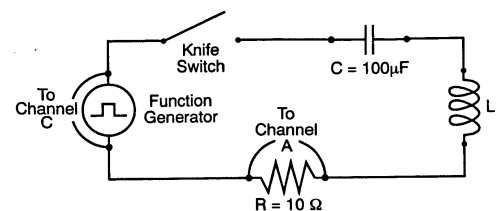

Figura 1: Circuito experimental
- ① Arme el circuito de la figura 1, usando el Generador de señales como fuente de voltaje.
- ② Conecte los conectores DIN de los sensores de voltaje a los canales A y C de la interfaz.
- ③ Luego conecte el sensor de voltaje ajustado en el canal C a través del generador de señales y el del canal A a través de la resistencia de 10Ω .
- ④ En el generador de señales, seleccione **3 V** en amplitud y **10 Hz** en frecuencia.
- ⑤ Ejecute el programa Data Monitor, tipeando DM.